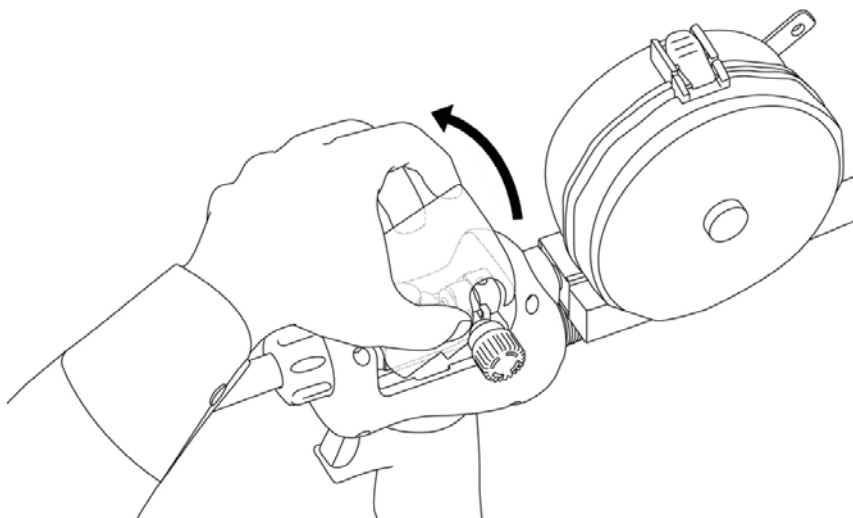

Рис. 7.8. Открытие крышки механизма подачи проволоки.
1. Откройте защитную крышку механизма подачи сварочной проволоки (См. рис. 7.8).